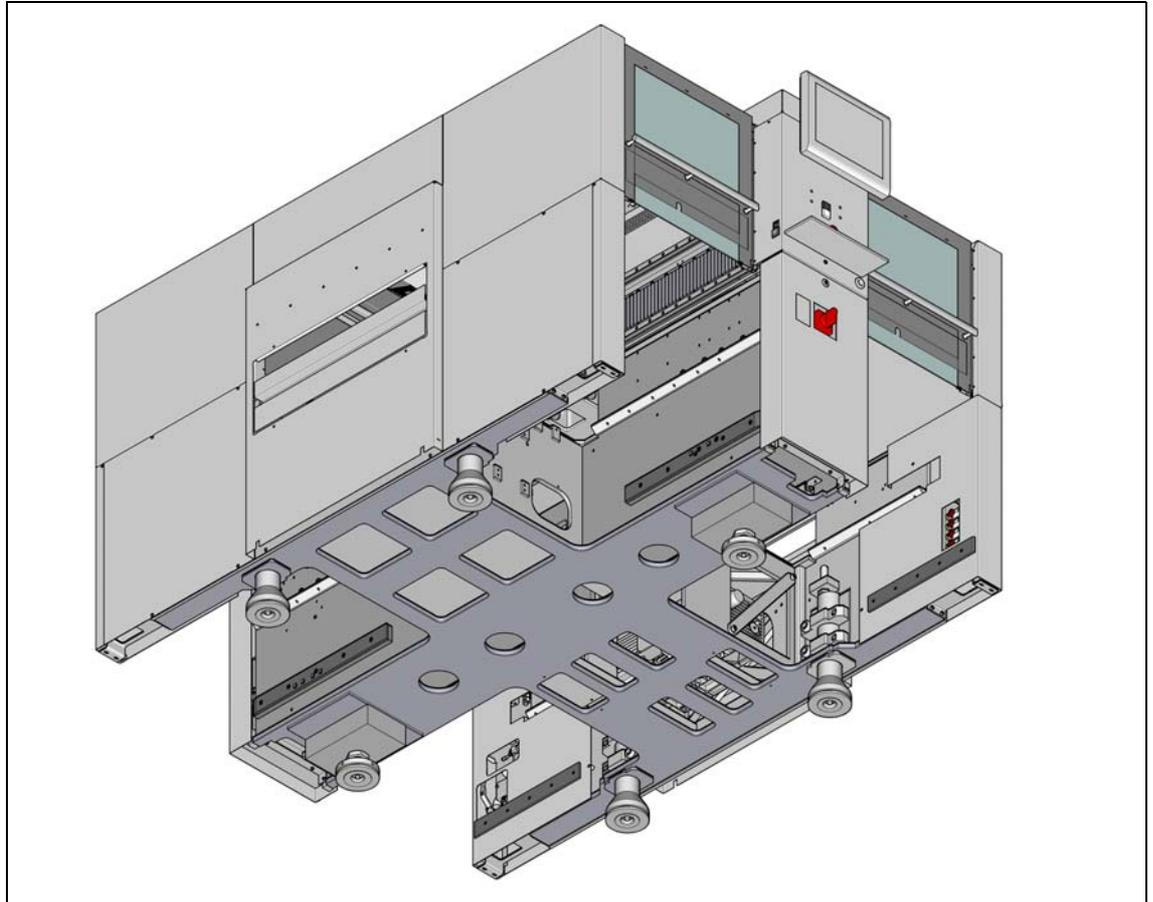

图 4.3-2 接触表面 - 与 PCB 传送方向平行的货叉 (示例为 SX4)
→ 将叉车的货叉推入贴片机下，如图 4.3-2 所示。
- 货叉打开的角度必须确保货叉仍在贴片机的两个支脚区域内（见图 4.3-2，第 207 页）。贴片机支脚之间的距离是 776 mm。严禁增加货叉打开的角度，不能利用机架的侧面抬起贴片机。这会导致贴片机机架变形。